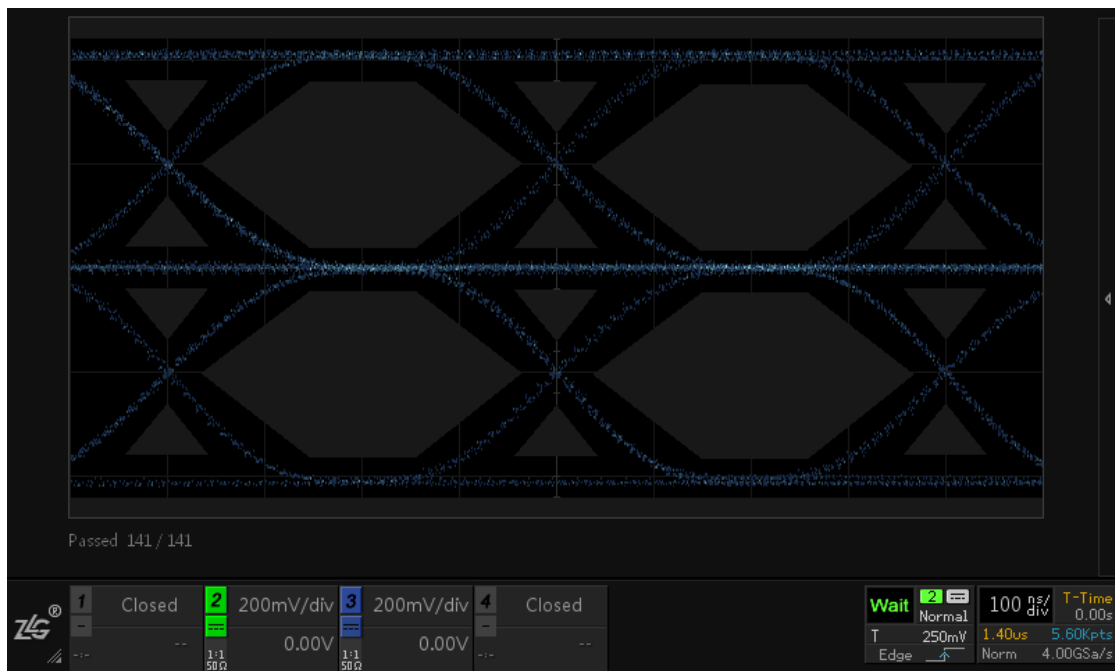

图 2.3 以太网眼图
- 眼图测试效果如图 2.3 所示，下方的 Passed 表示当前测试的通过次数和测试次数